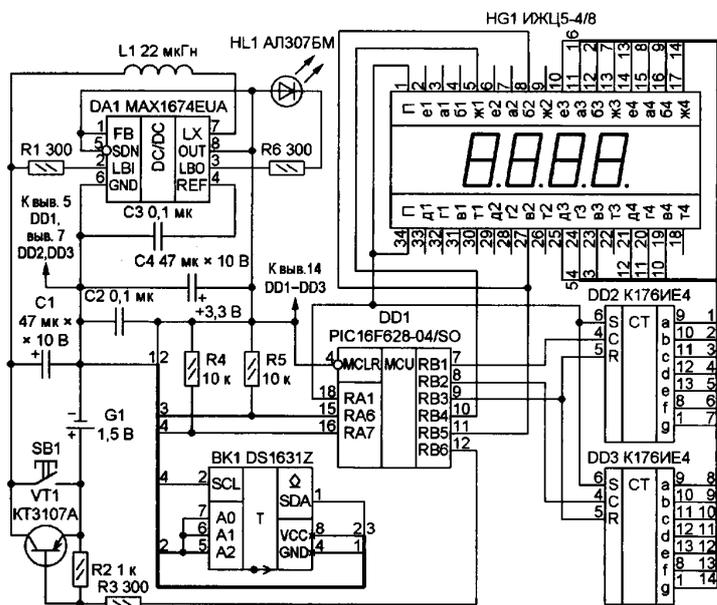

рис.4
**Экономичный цифровой термометр** собрал **А. ВАКУЛЕНКО**, г. Тюмень ("Радио" №3/2005). В своей конструкции автор применил микроконтроллер PIC16F628 и современный датчик температуры DS1631 с интерфейсом I2C, что позволило значительно упростить схему данного устройства, которая показана на **рис.4**. Погрешность датчика температуры ±0,5°C в интервале температуры 0...+70°C. В остальных участках интервала -55...+125°C она не превышает ±1°C.